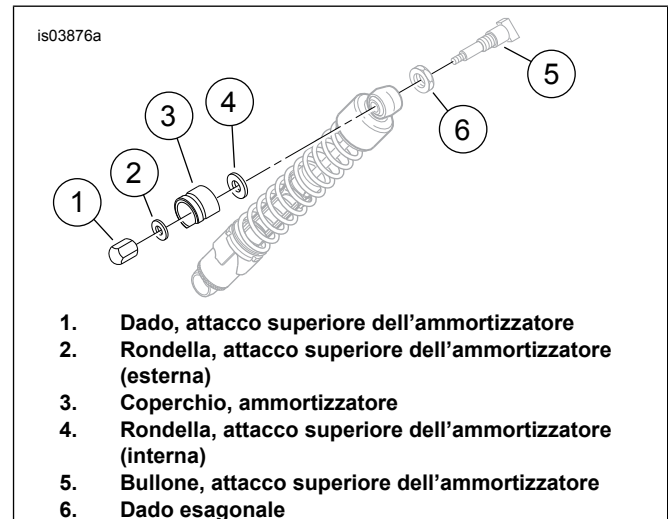

Figura 1. Attacco superiore dell'ammortizzatore posteriore, modelli dal 1994 al 1999
2. Vedere Figura 1. Rimuovere e gettare via il dado superiore dell'ammortizzatore (1), la rondella esterna (2) e il coperchio dell'ammortizzatore (3). Non rimuovere la rondella interna originale (4) posizionata dietro il coperchio dell'ammortizzatore e contro l'ammortizzatore stesso.